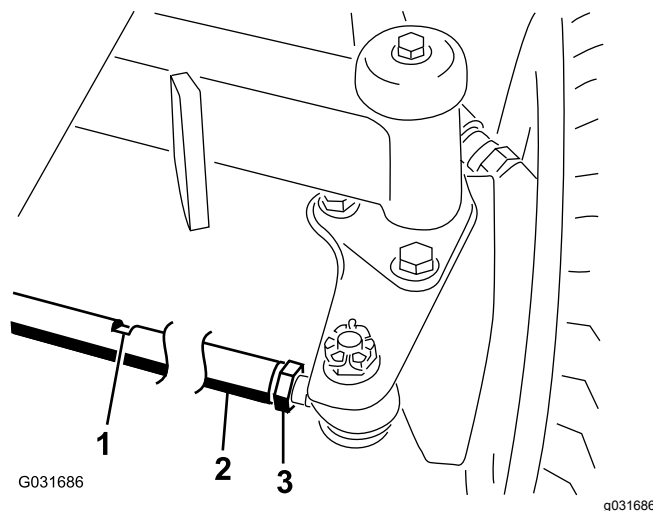

Figura 68
2. Desaperte a porca de bloqueio em cada extremidade da barra de direção (Figura 68).